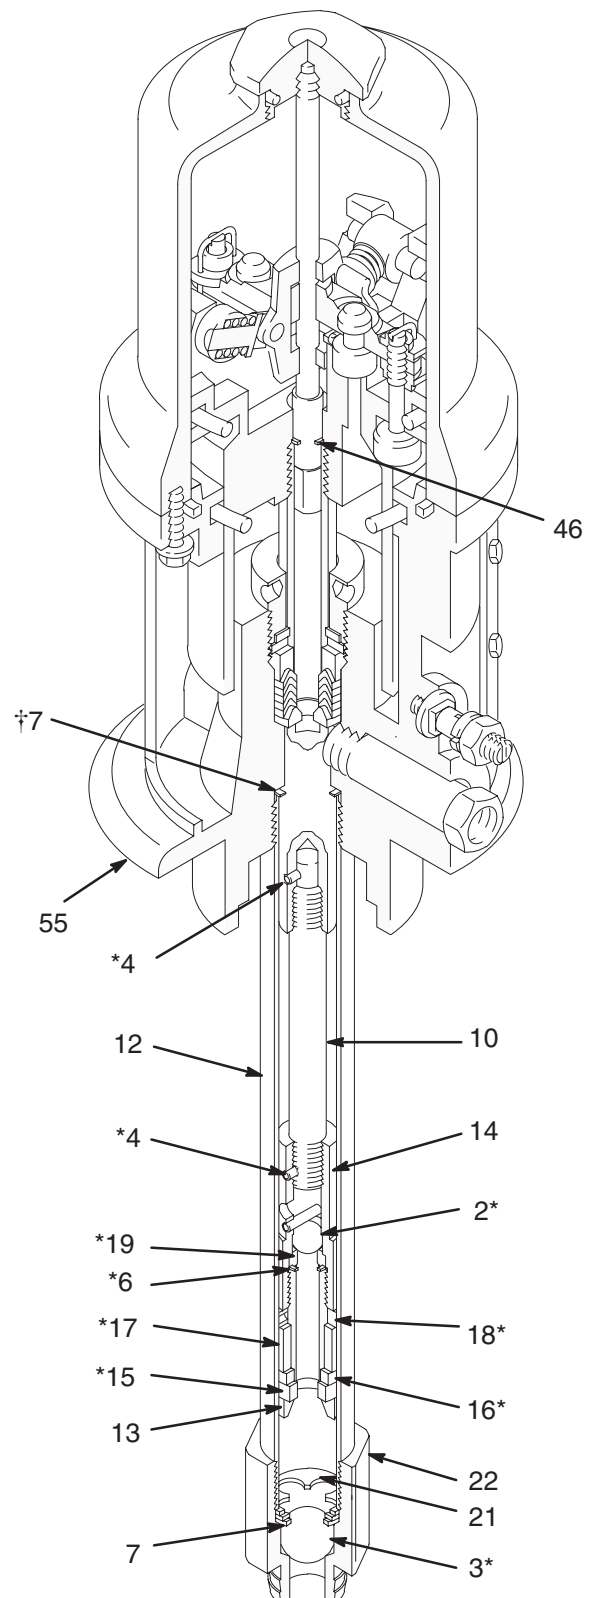

Fig. 6
4. Desenrosque el cuerpo de la válvula de admisión (22) del tubo elevador (12). Vea la Fig. 6. Desmonte la válvula de admisión.
5. Limpie y revise las piezas y observe si están dañadas o desgastadas. Cambie las que sea necesario. A menos que sea necesaria alguna otra operación de mantenimiento, vuelva a montar y a instalar la válvula de admisión. Aplique producto sellador en las roscas macho. Vea la Fig. 6.
6. Sujete el tubo elevador (12) con una llave de correa para desmontarlo de la base del motor de aire (55). Revise atentamente la superficie interna del cilindro y observe si está mellada o irregular. Un daño de este tipo provoca fugas y el desgaste prematuro de la empaquetadura. Cambie la pieza si está dañada.
7. Desenrosque el cuerpo del pistón (13) del acoplamiento del mismo (14). Saque la bola (2*), el asiento (19*), la junta (6*), el cojinete (18*), la empaquetadura (17*), y la junta (16). No desmonte los cojinetes de latón colocados a presión (15*). Vea la Fig. 6.